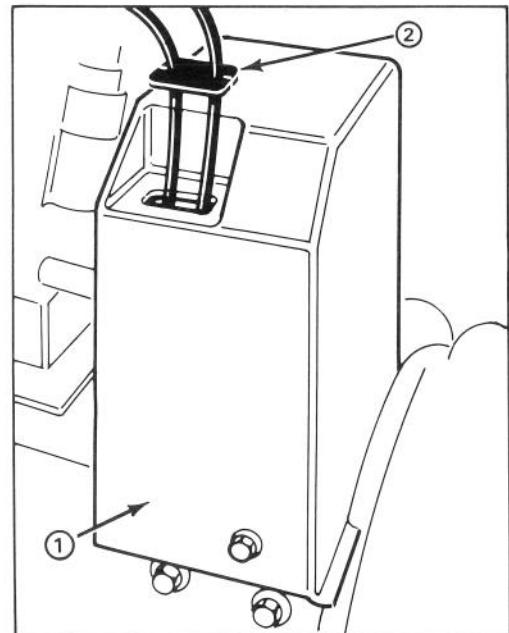

Abbildung 3
8. Obere Riemenabdeckung mit 3 Kopfschrauben an Motorrahmen befestigen (Abb. 3).